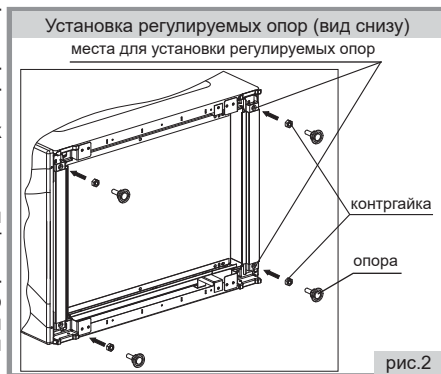

рис.2
- Перед эксплуатацией установите плиту горизонтально (рис.2). Если ваша плита оснащена регулируемыми опорами необходимо: